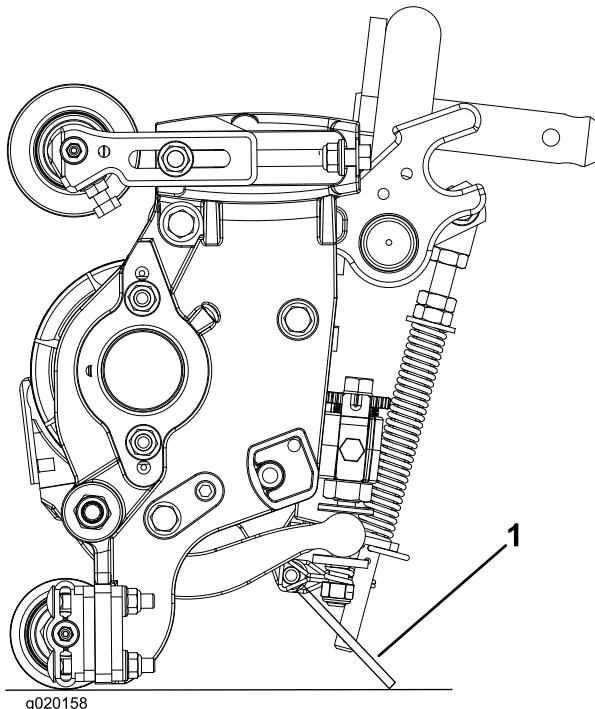

Figura 17
**Importante:** Asegúrese de que las tuercas de los extremos de los tornillos de ajuste de la barra de asiento no están apoyadas en la superficie de trabajo () .Figura 17